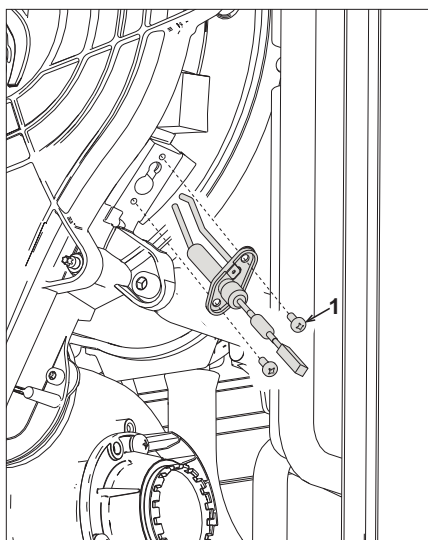

fig. 45
- Per effettuare la pulizia dello scambiatore si ritiene utile togliere l'elettrodo (vedi fig. 45)